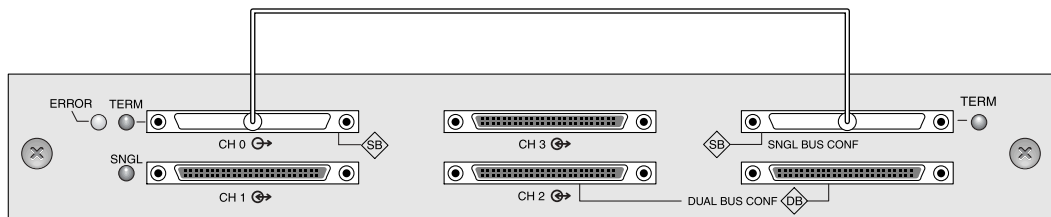

FIGURE 4-14 Connexion simple bus : Tous les lecteurs sont affectés à un seul canal (CH 0)
1. Pour configurer une baie de disques RAID en une configuration simple bus, connectez le câble de raccordement SCSI entre les ports SCSI intitulés « CH 0 » et « SNGL BUS CONF » comme l'illustre la FIGURE 4-14. Serrez les vis de la prise du câble en effectuant six tours dans le sens des aiguilles d'une montre pour une bonne connexion et un bon fonctionnement.